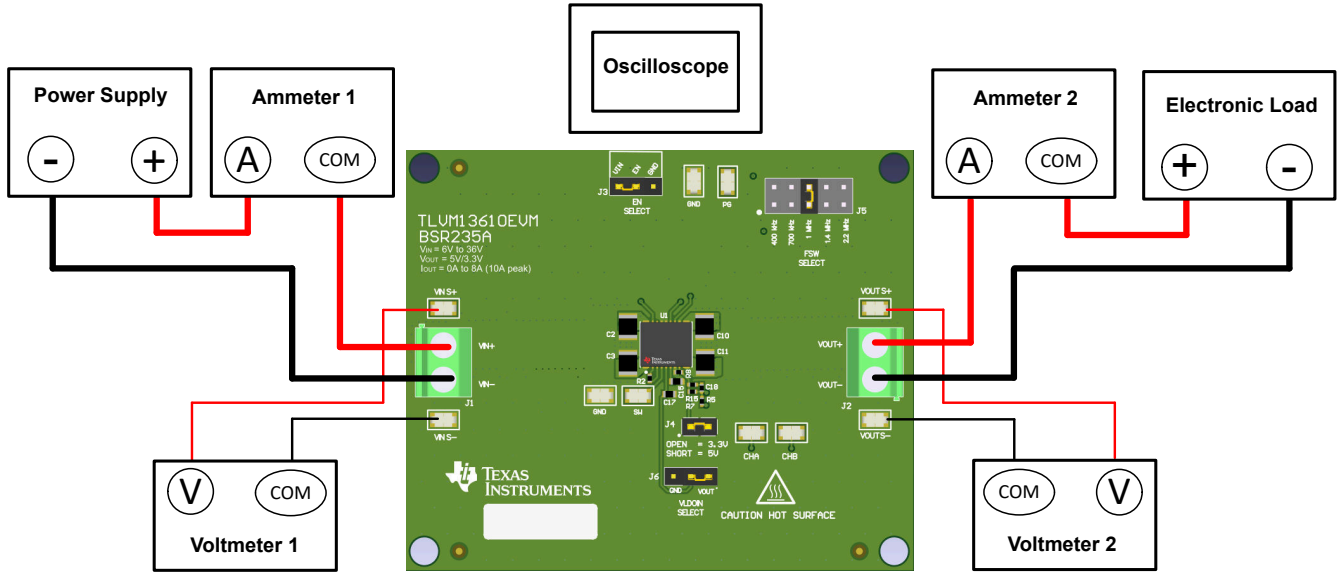

图 2-1. EVM 测试设置
参考表 2-1 中描述的 EVM 接头，使用图 2-1 中推荐的测试装置评估 TLVM13610。在提供 ESD 保护的工作站上工作时，请确保在为 EVM 加电之前已连接所有腕带、靴带或垫子，从而将用户接地。
- 在连接直流输入源之前，将输入电源的电流限制设置为最大 0.1A。确保输入源最初设置为 0V 并连接到 V_{IN+} 和 V_{IN-} 连接点，如图 2-1 所示。
- 将电子负载连接到 V_{OUT+} 和 V_{OUT-} 连接，如图 2-1 所示。在施加输入电压之前，将负载设置为恒阻模式或恒流模式，电流为 0A。